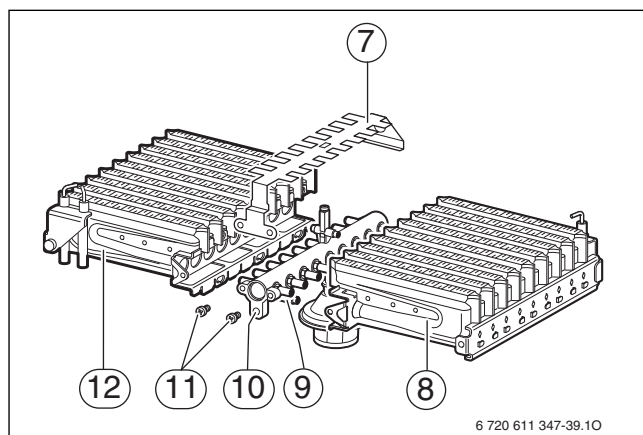

Рис. 39
- ▶ Осторожно снять соединитель с запального электрода (1) (→ рис. 39).
- ▶ Осторожно вынуть штекерный соединитель на электроде контроля пламени (5).
- ▶ Отвинтить крепежный уголок (3).
- ▶ Ослабить накидную гайку под горелкой и осторожно снять узел горелки (4).
- ▶ Снять винты (11) (→ рис. 39).
- ▶ Снять перемычку перекрестного розжига (7).
- ▶ Вывинтить винты в точках крепления (9). Снять левую и правую части горелки (12 и 8) с коллектора форсунок (10).